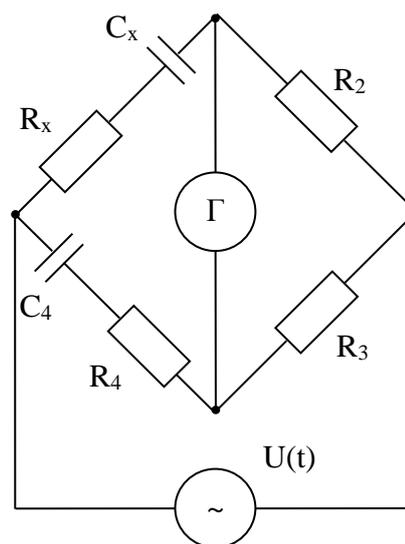

Рис. 5.
17. Определить емкость C_x и тангенс угла потерь $\text{tg}\delta_x$ конденсатора, если измерение выполнялось по схеме моста (рис. 5) на частоте 1000 Гц и плечо множителя $R_2 = 1$ кОм; плечо отсчета $R_3 = 500$ Ом; регулируемое сопротивление $R_4 = 10$ Ом; емкость образцового конденсатора $C_4 = 0,1$ мкФ.